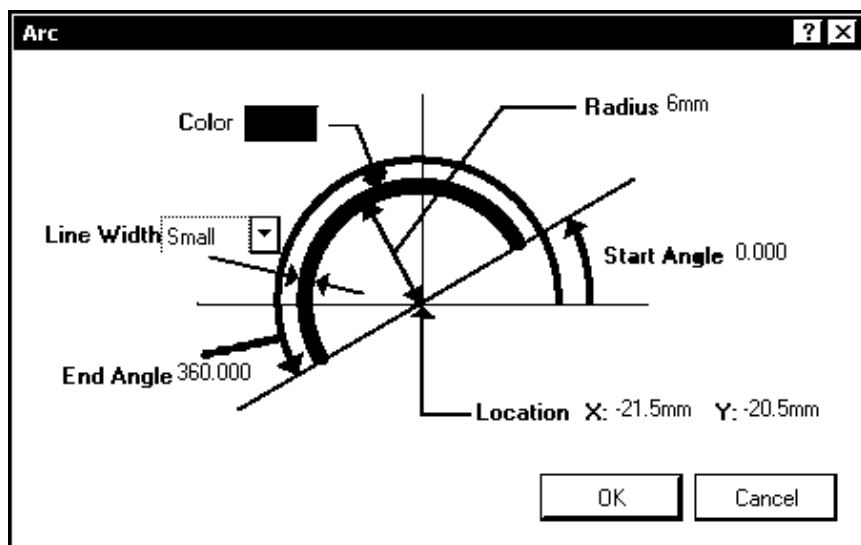

Рис. 2.4. Окно настройки параметров дуги
4. Выполнить команду черчения дуги **Place** (Разместить) | **Arc** (Дугу). Клавишей <Tab> вызвать диалог настройки параметров дуги (рис. 2.4).